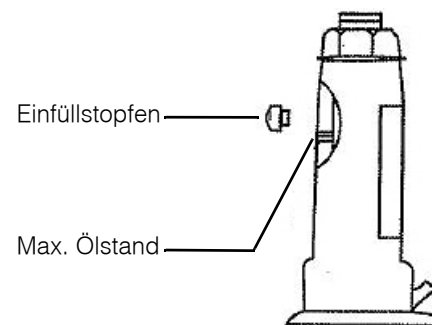

Abb. 6: Hydrauliköl nachfüllen
Schritt 4: Füllen Sie hochwertiges Hydrauliköl bis an den unteren Rand der Einfüllöffnung in den Zylinder (Abb. 6). **Nicht überfüllen!**